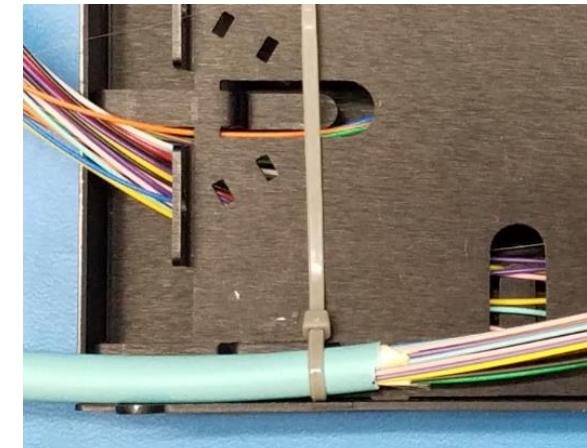

Figura 5
- 3.7** Con la base inferior orientada hacia arriba y la parte frontal del cartucho orientada hacia la derecha, sujeté temporalmente el cable troncal al punto de entrada del cartucho con una abrazadera de unión suministrada (**Figura 5**).